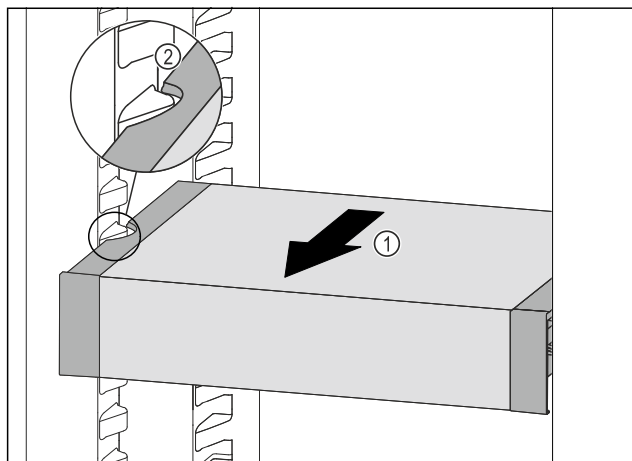

Fig. 111
- Изтеглете VarioSafe напред Fig. 111 (1), докато страничните прорези на VarioSafe се намират на височината на реброто на съда в хладилната част. Fig. 111 (2)